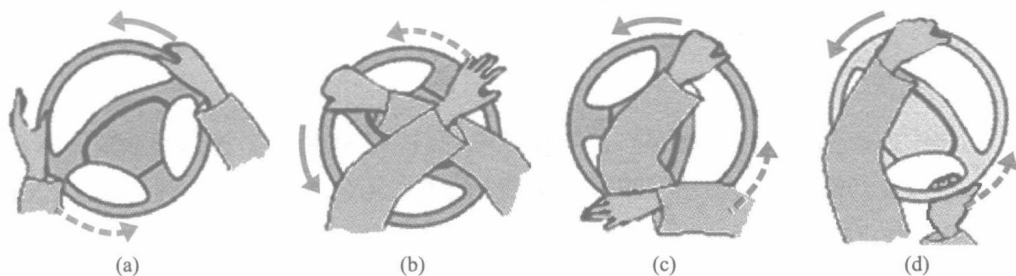

图1-5 连续向左转动转向盘
5) 连续向左转动转向盘。如图1-5(a)所示, 左手拉动, 右手推送。如图1-5(b)所示, 当右手到达10时的位置时, 左手握住转向盘1时~2时的位置拉动。如图1-5(c)所示, 当右手越过9时的位置后, 松开转向盘, 并从左臂下方收回; 左手继续拉动转向盘。如图1-5(d)所示, 右手翻腕, 握住转向盘的5时~6时的位置向上推送; 左手向下拉动转向盘。就这样双手交替, 使转向盘连续转动。